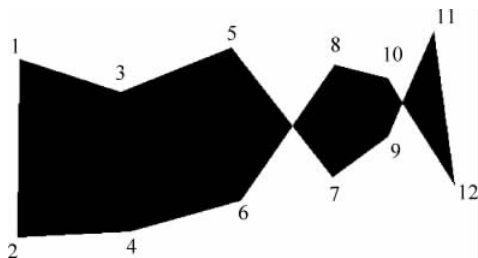

图 3.16 连续多边形的区域填充
(2) 指定了第 1、2、3、4 点,得到四点确定的填充区域后,以此填充区域的第 3、4 点作为继续进行填充的第 1、2 点,继续要求选取第 3、4 点,又得到与前一区域相连接的新区域,如此重复,故可一次完成任意多边形的区域填充,如图 3.16 所示。